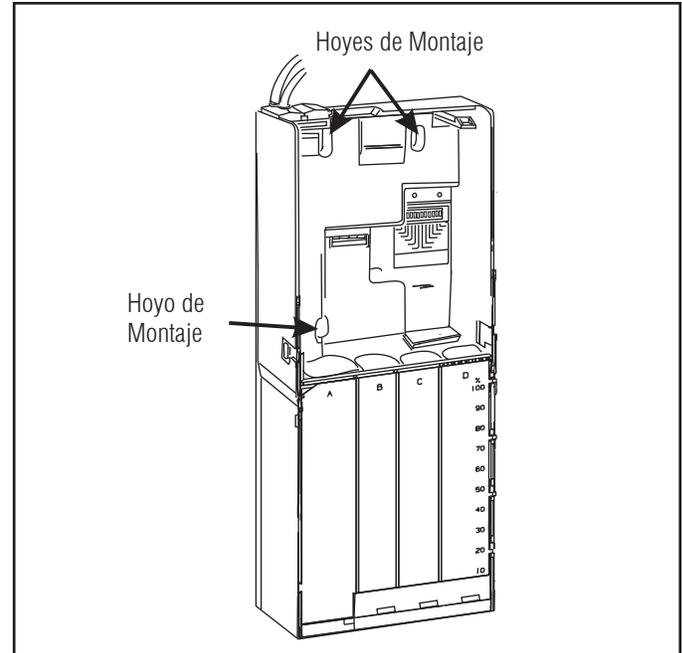

Figura 3
3. Con el aceptador fuera del monedero, empareje los dos hoyos en la parte posterior de la caja del monedero con los tornillos (vea Figura 3).